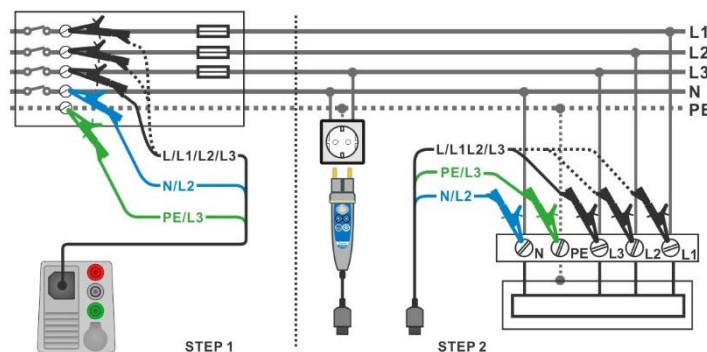

Abbildung 7.68: Spannungsabfallmessung – Anschluss des Commander-Prüfstecker und des 3-Leiter Prüfadaptors
- › Schließen Sie den 3-Leiter Prüfadapter am Ausgangspunkt der elektrischen Anlage an, siehe **Abbildung 7.68**.
- › Schließen Sie den 3-Leiter Prüfadapter oder den Commander Prüfstecker an den Prüfpunkten an, siehe **Abbildung 7.68**.